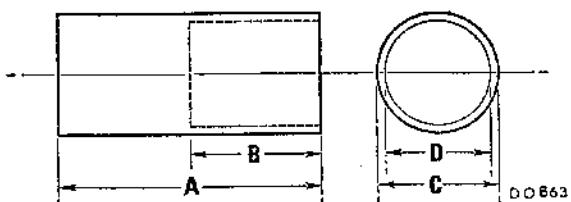

Fig. Nb.19
- (35) Realizar las operaciones detalladas de (21) a (24).
- (36) Quitar los tres pernos pasantes.
- (37) Acoplar un tubo de las dimensiones dadas en la Fig. Nb.19 sobre el moldeado del anillo deslizante de forma que se apoye contra la guía para el cojinete del lado del anillo y expulsar cuidadosamente el cojinete fuera de su alojamiento.
- (38) Quitar la tuerca del eje, la arandela, la polea, el ventilador y la chaveta del eje.
- (39) Sacar a presión el rotor del soporte del extremo de accionamiento.
- (40) Quitar el clip que retiene el cojinete del lado accionamiento y sacar el cojinete.
- (41) Desoldar las conexiones inductoras del conjunto del anillo deslizante y sacar el conjunto del eje del rotor.
- (42) Quitar el cojinete del lado anillo deslizante.